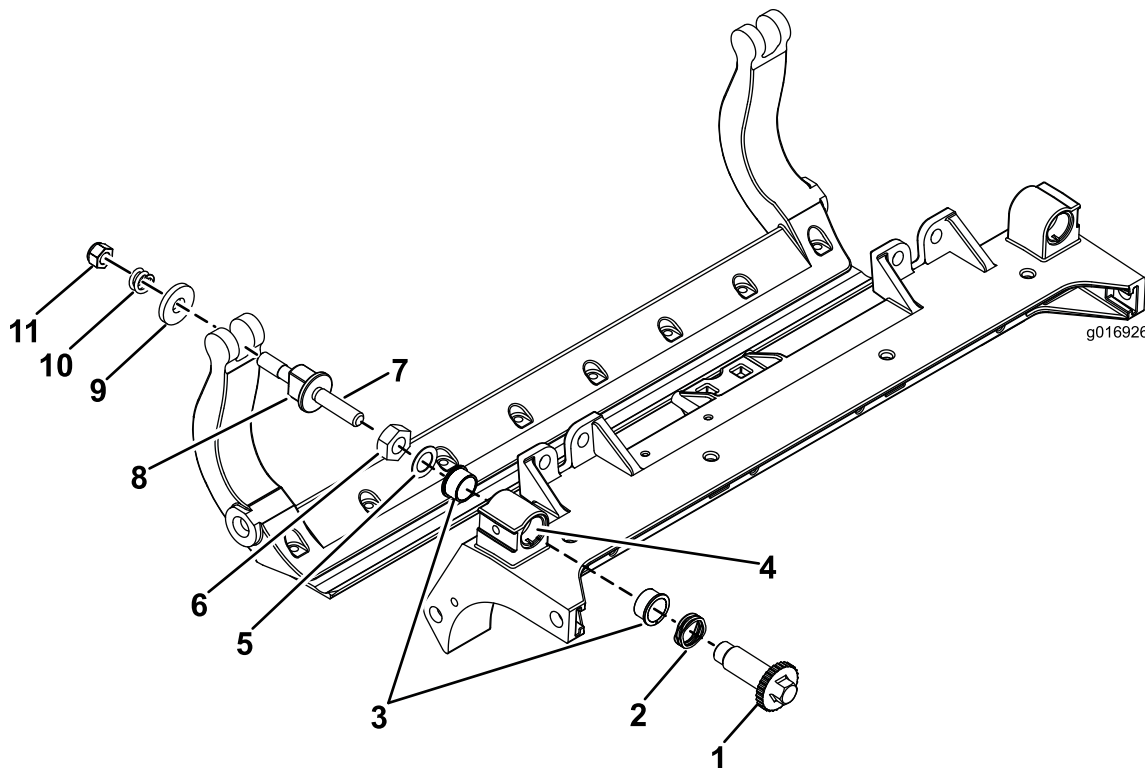

图 33
1. 拆除所有零件请参阅 HD DPA 套件 安装说明 和 图 33。
2. 将防粘剂涂抹到滚刀组中心机架 图 33 的轴套区内侧。
3. 将凸缘轴套上的键与机架的槽对准然后安装轴套 图 33。
4. 将一个波形垫圈安装到调节器轴上然后将调节器轴滑入滚刀组机架中的凸缘轴套内 图 33。
5. 使用扁平垫圈和锁紧螺母固定调节器轴 图 33。
12. 在两个尼龙垫圈的外侧各放一个钢垫圈 图 33。
注意 内侧的垫圈可能有空隙 图 33。
15. 旋紧每个底刀架调节器总成上的螺母直到加压弹簧完全压缩然后往回松开 ½ 圈 图 33。